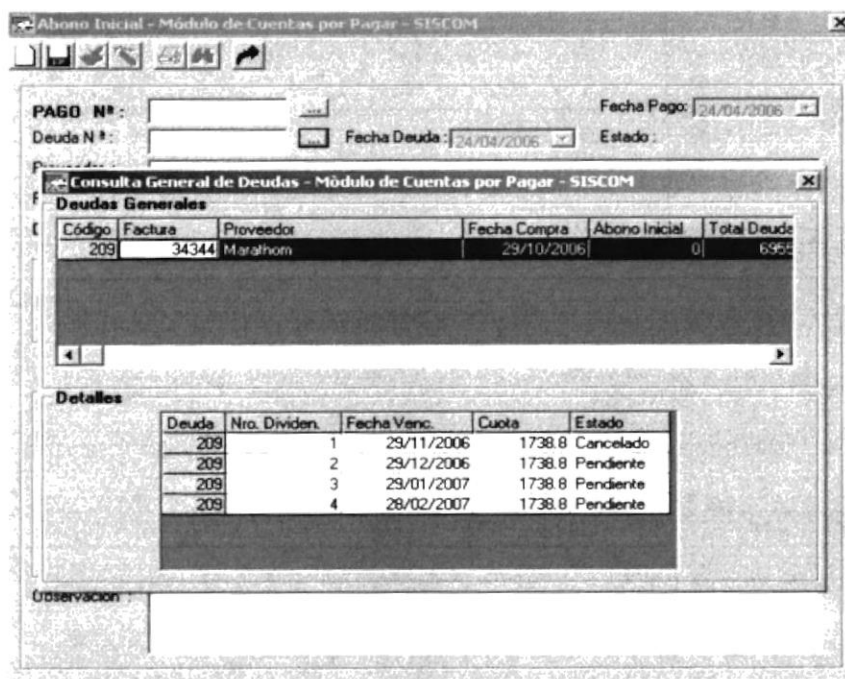

Figura 9.9 Módulo de Cuentas por Pagar Procesos/Consulta General de Deudas
- ✓ Existen otros tipos de mensajes que se muestran en la pantalla de abono inicial. Estos mensajes suelen ocurrir cuando el usuario ha hecho una operativa incorrecta. A continuación observe en la figura 9.9.
- ✓ Observe que en la figura 9.9 se ha seleccionado un registro de deuda de la cabecera del aplicativo y en el detalle observe que existe ya una cuota cancelada, esto generara un error en la que se mostrara el siguiente mensaje al momento de guardar el registro.